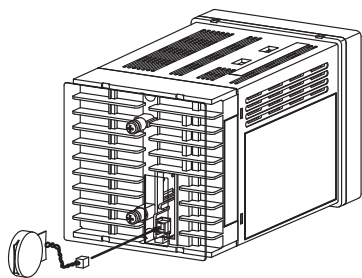

図26 リチウム電池 接続確認
① リチウム電池が接続され、収納されていることを確認します(図26参照)。